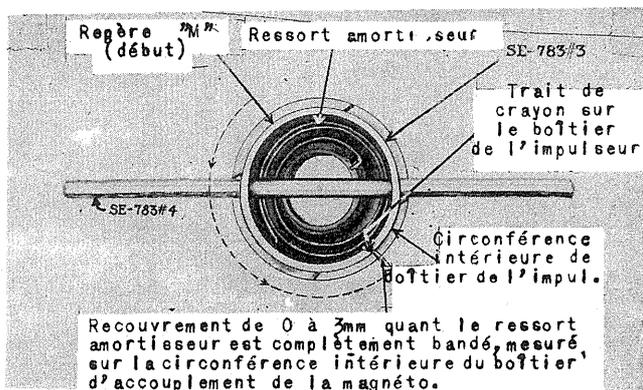

FIGURE 57 - OPERATION FINALE DANS LA DETERMINATION DU RECOUVREMENT DU RESSORT AMORTISSEUR.
a) Montez la bague de butée du boîtier de l'impulseur sans le ressort amortisseur, de façon que le bossage "L" s'adapte dans la rainure "G", figure 53. En vous servant de l'outil SE-783 n° 3 tournez la bague de butée, dans le sens contraire des aiguilles d'une montre aussi loin que possible (voyez figure 53). Notez le repère "M" (figure 57) sur l'outil SE-783 n° 3. Avec un crayon, tracez une ligne radiale à partir de ce repère en travers du boîtier de l'impulseur. Le trait de crayon doit être très visible.
d) Montez la bague de butée de l'accouplement avec le ressort amortisseur dans le boîtier de l'impulseur. En vous servant encore de l'outil SE-783 n°3, le repère "M" diamétralement opposé au trait de crayon que vous avez fait sur le boîtier de l'impulseur (voyez figure 57), commencez à enrouler le ressort amortisseur dans le sens contraire des aiguilles d'une montre jusqu'à ce qu'il soit serré à fond. Le repère "M" de l'outil SE-783 n°3 doit alors se trouver de 0 à 3 mm au-delà du trait de crayon dans le sens de l'enroulement, cette mesure étant faite suivant les instructions de la figure 57. Si cette mesure est dans les limites spécifiées, la longueur du ressort amortisseur est correcte et vous pouvez le monter sans feutre.